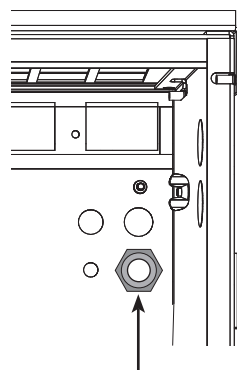

Figura 1: localização do pino.
1. Use o martelo e o punção para remover o pino de 0,875 pol. de diâmetro da parte traseira do gabinete e encaixe o anel de vedação resistente à água, que acompanha o produto, através do gabinete (veja a Figura 1). Aperte com chaves inglesas.